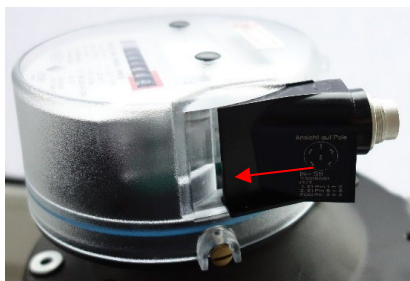

Fig. 1 | Instalación IN-Sxx
- Las versiones de emisor de impulsos IN-Sxx son introducidas lateralmente en el soporte del cabezal totalizador hasta encastrarse (ver fig. 1).